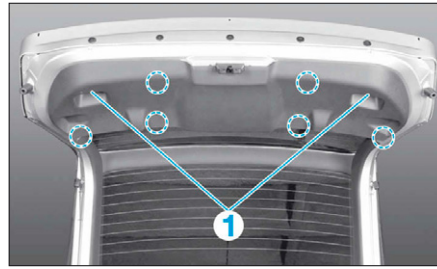

FIG. 65
- Déposer les vis de fixation (1) (Fig.65).